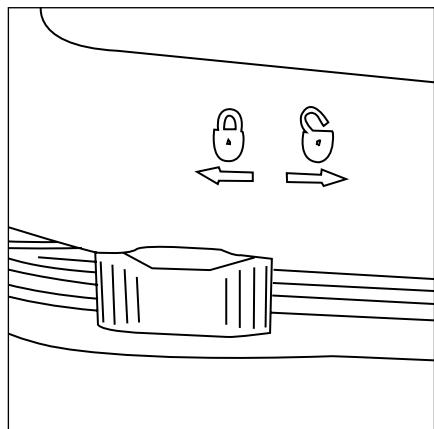

Figura 7
3. Coloque la tapadera de la cámara en la base de la misma y deslice los seis pestillos hasta colocarlos en la posición de bloqueo () (**Figura 7**). Inspeccione el anillo estanco y verifique que sella correctamente.